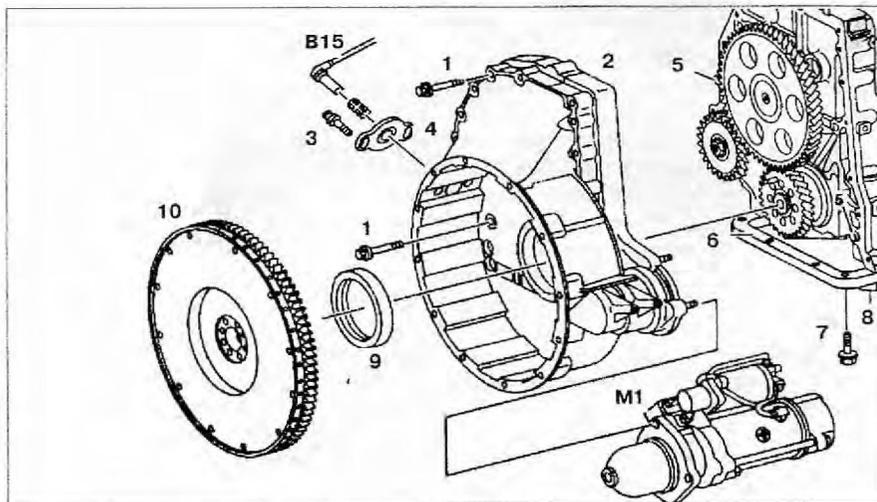

Рис. 3.7. Крышка ГРМ:
1. Снимите стартер М1 (рис. 3.7).